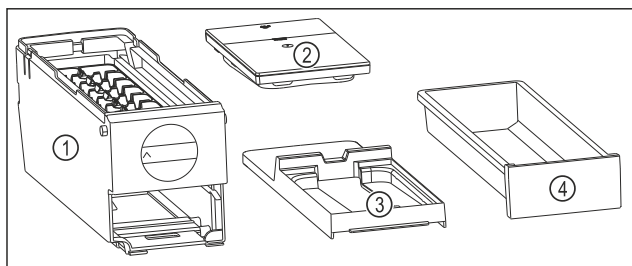

Fig. 123 Composants de l'EasyTwist-Ice
- L'EasyTwist-Ice est démonté en quatre parties. (voir Fig. 123)
- Ne démonter l'EasyTwist-Ice que de la manière illustrée. (voir Fig. 123)
- Nettoyer le corps de l'EasyTwist-Ice Fig. 123 (1) dans son ensemble.